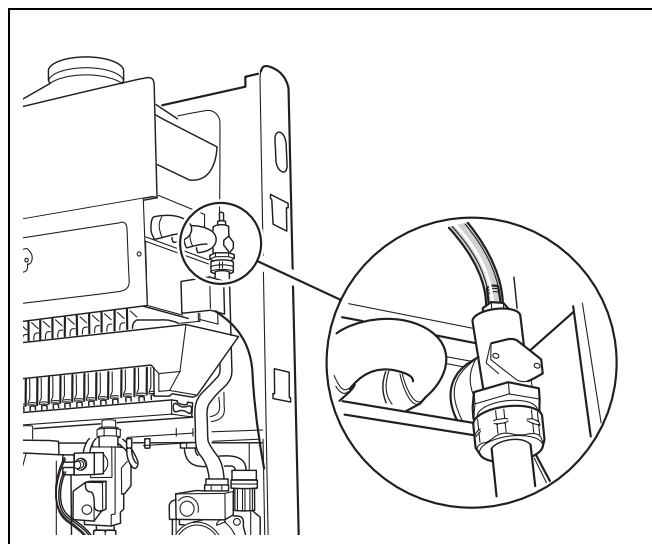

fig. 19 Dispositif manuel de purge d'air
- Purger la chaudière murale à gaz par la vanne de purge manuelle (fig. 19).